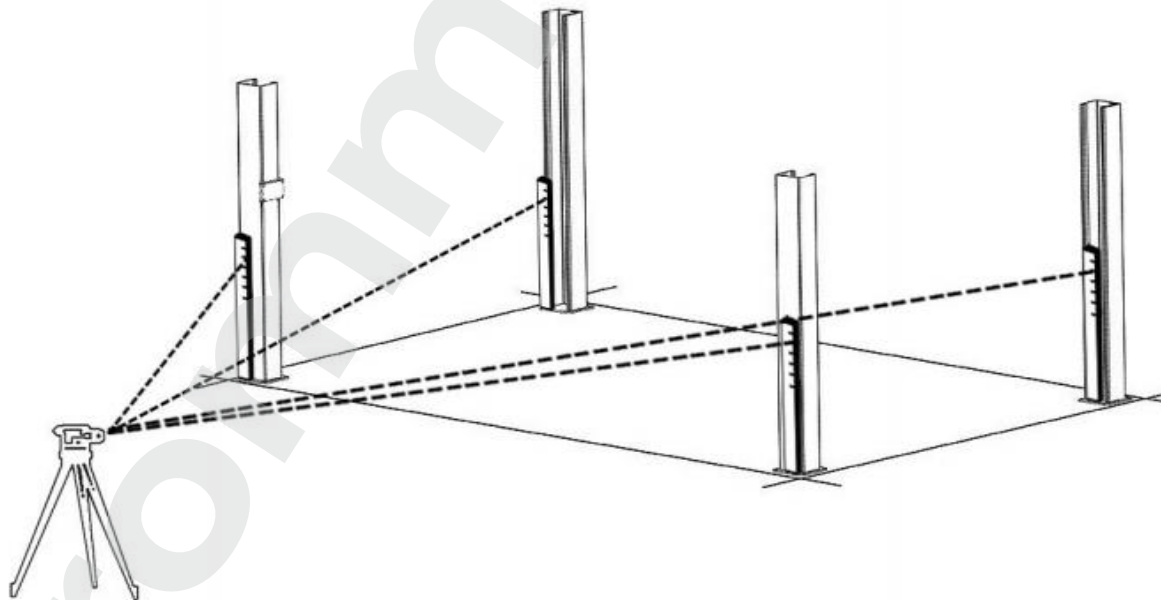

Рис. 3.2
2. Для того чтобы оценить необходимость в установке клиньев для выравнивания, поместите мишень на полу перед каждой стойкой и запишите показания нивелира. Определите самую высоко расположенную стойку и найдите разницу ее высоты с другими стойками. Эта разница и будет необходимой высотой, которую нужно компенсировать клиньями (см. рис. 3.2).